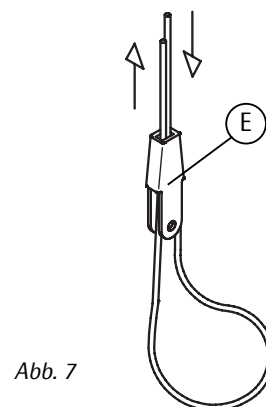

Abb. 7
- (1) Seil auf Maß ablängen
- (2) Seilende in Seilschloß (E) einfädeln und in großem Bogen wieder austreten lassen (Abb.7)